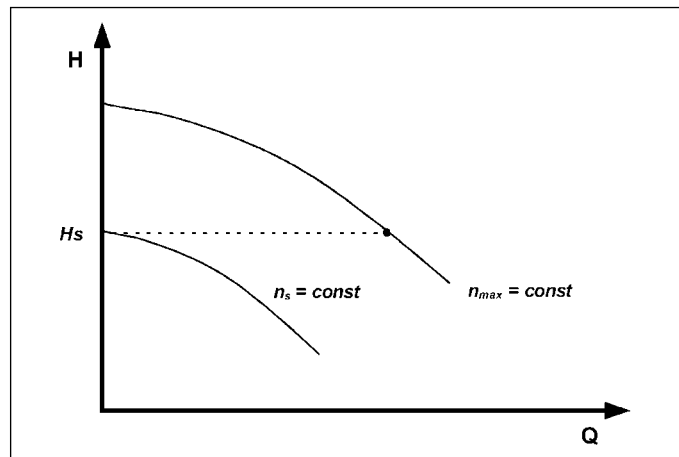

Fig. 6
- **Obsługa w trybie regulacyjnym:** Prędkość pompy jest utrzymywana na stałych obrotach pomiędzy n_{min} i n_{maks} (Rys. 6)..
- **+ 24 V (3)** (wyjście): Bezpośrednie wyjście napięciowe dla zewnętrznego obciążenia / czujnika / + 24 V można pobierać maks. 60 mA. Wyjście jest odporne na zwarcie.
- **0 ... 10 V (1)** (wejście):